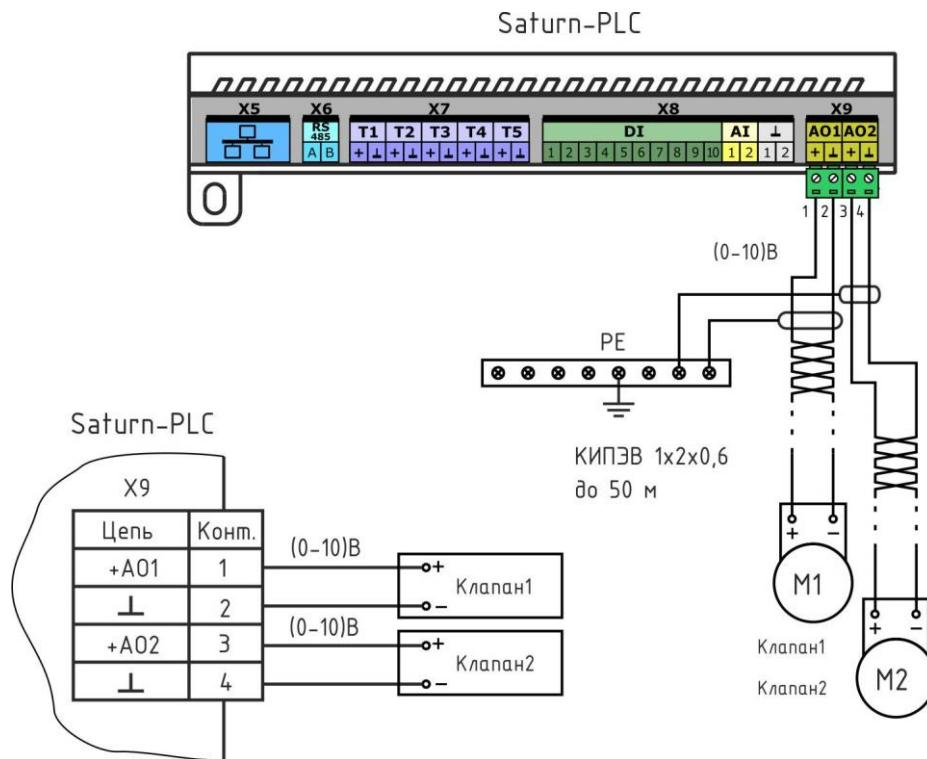

Рисунок 9 – Подключение аналоговых выходов (0-10) В
23. В некоторых случаях исполнительные механизмы имеют вход управления уровнем постоянного напряжения (0-10) В, например, преобразователь частоты вращения насоса (рисунок 9). Контроллер имеет два выхода, формирующих постоянное напряжение в диапазоне (0-10) В на нагрузке не менее 2 кОм. Цепь управления исполнительного механизма подключается к ответной части клеммного соединителя разъема X9 «под винт». Если кабель связи с имеет длину более 15 м или проходит рядом с силовым кабелем, то рекомендуется использовать экранированный кабель «витая пара», например, КИПЭВ 1x2x0,60 длинной до 50 м.